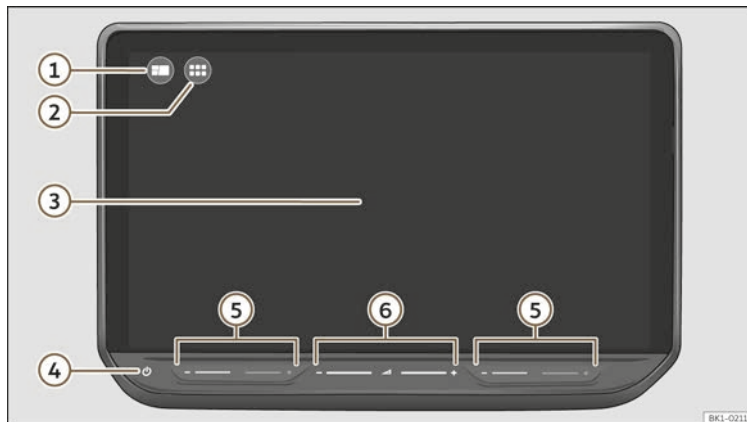

Abb. 178 Übersicht: Bedieneinheit.
Gestalten Sie das übergeordnete Menü und die Ansicht HOME >>> (Abb. 178) ① individuell, um schnell auf die bevorzugten oder am häufigsten verwendeten Funktionen zuzugreifen.